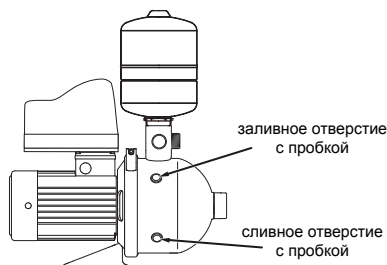

Рис. 5
8.12. Перед вводом в эксплуатацию и перед каждым включением, насосная часть электронасоса и всасывающая магистраль должны быть заполнены водой через заливное отверстие до его краев (рис. 5). После чего пробки заливного и сливного отверстий должны быть плотно закручены, но без приложения излишних усилий.